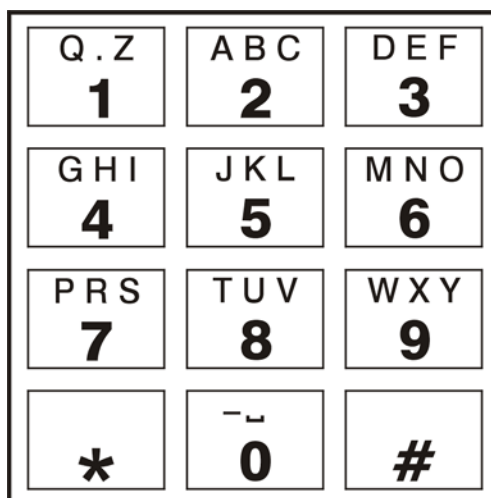

Рис. 17. Алфавитно-цифровые знаки на клавиатуре телефона.
- каждой клавише с цифрой отвечают три буквы (см.: рис. 17);